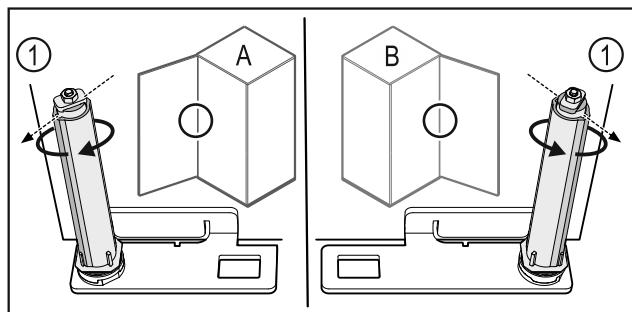

Fig. 60 Левое навешивание (A) / правое навешивание (B)
- Поворачивайте систему закрытия, преодолевая сопротивление до тех пор, пока ее ребро Fig. 60 (1) не будет направлено наружу.